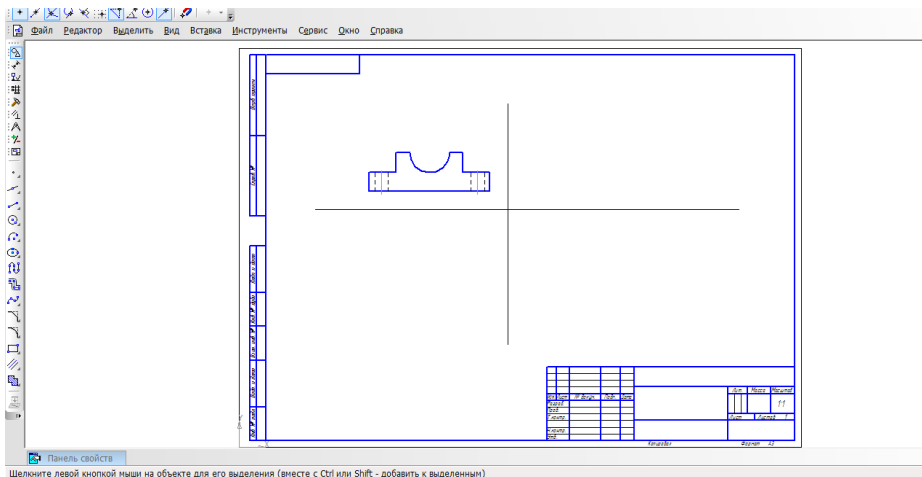

Рисунок 3 – Главный вид модели
4. Располагаем главный вид модели на фронтальной плоскости проекции (рисунок 3);